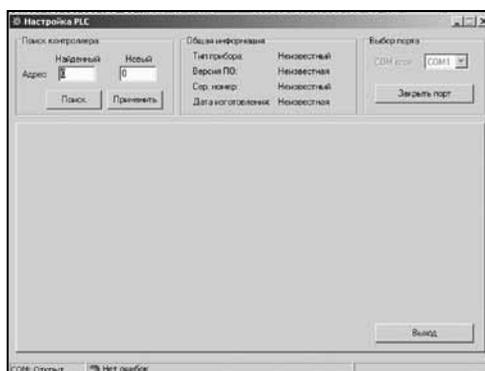

Рисунок 4. Первоначальный экран программы `plc_cfg`
7.2 После запуска этой программы появляется первоначальный экран рисунок 4.